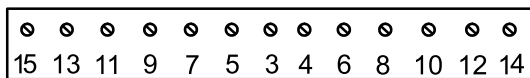

図 24
- 図 24 に示された順序で、各ねじを 25.4 N・m 2.6 kg・m = 225 in-lb にトルク締めする。